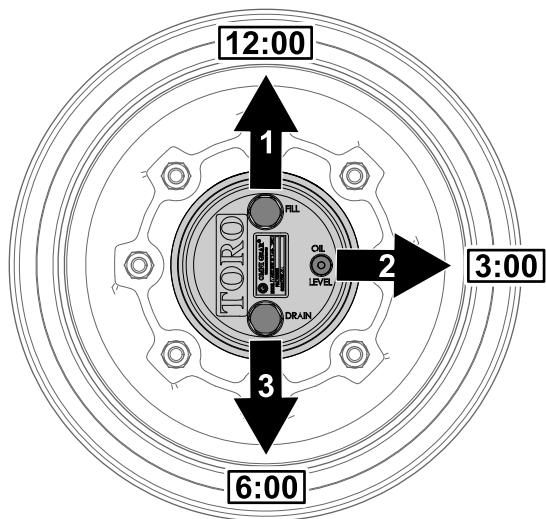

Figura 72
1. Parcheggiate la macchina su una superficie pianeggiante e posizionate la ruota in modo che il tappo di riempimento si trovi nella posizione a ore 12, il tappo di controllo nella posizione a ore 3 e il tappo di spurgo nella posizione a ore 6 (Figura 72).
2. Rimuovete il tappo di controllo nella posizione a ore 3 (Figura 72).
1. Parcheggiate la macchina su una superficie pianeggiante, posizionate la ruota in modo che il tappo di riempimento si trovi nella posizione a ore 12, il tappo di controllo nella posizione a ore 3 e il tappo di spurgo nella posizione a ore 6; fate riferimento alla Figura 72 in Controllo del lubrificante della trasmissione degli ingranaggi a ruotismo planetario \(pagina 76\).